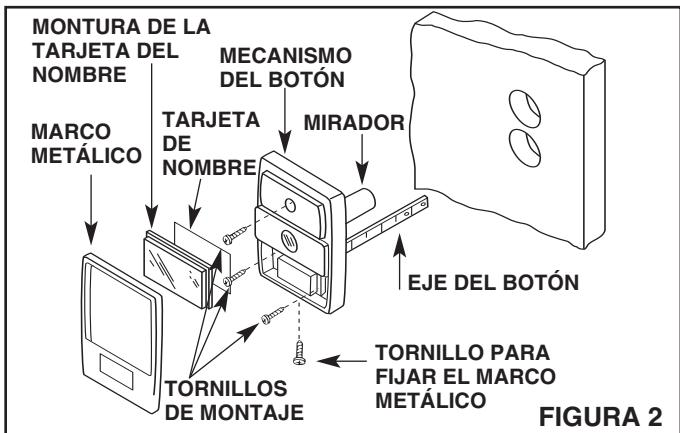

FIGURA 2
1. Vea la Figura 2. Escriba o imprima nombre y dirección en la tarjeta (provista). Ponga la montura de la tarjeta con la impresión hacia adelante y fíjela en su lugar con el marco metálico.